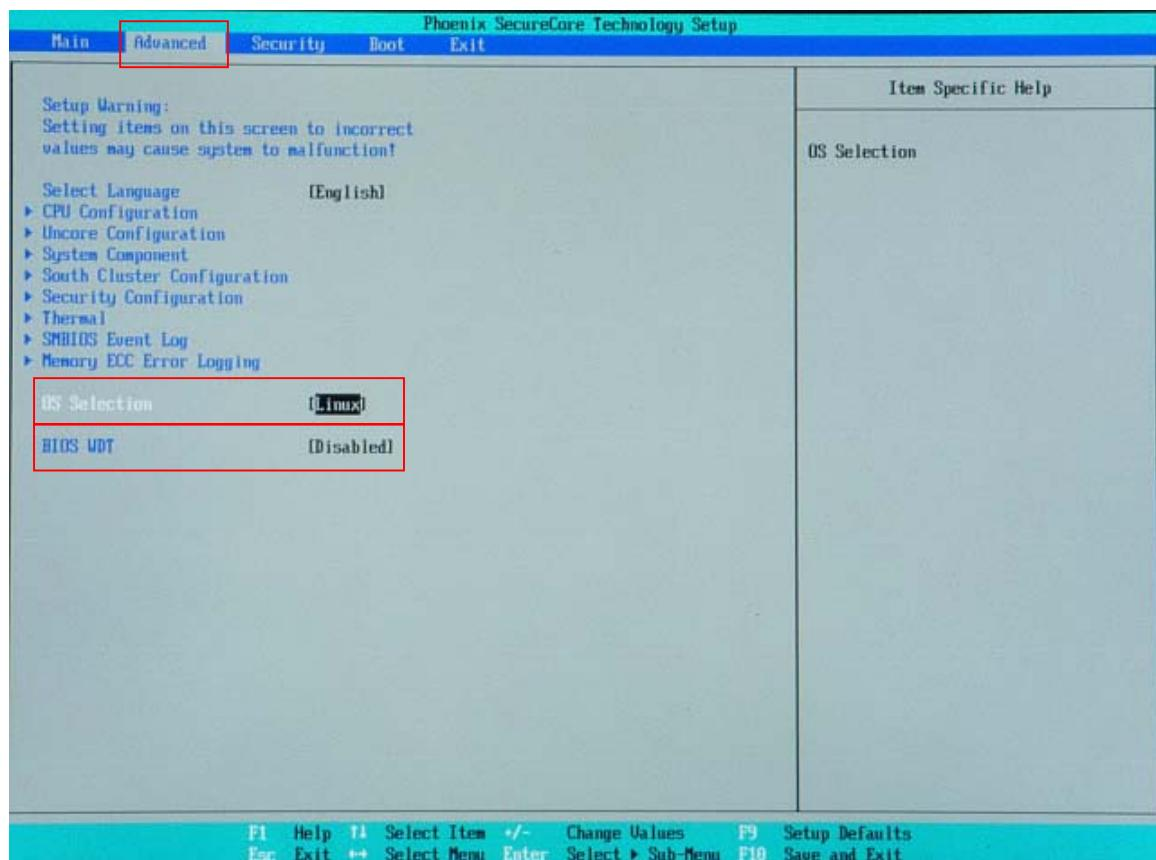

図 6-1-2. BIOS 設定 Advanced メニュー
- ① LAN ケーブルが接続されている場合は、LAN ケーブルを取り外してください。
- ② USB メモリ、SD カードなどのストレージメディアが接続されている場合は、ストレージメディアを取り外してください。また、サブストレージ（mSATA2）が接続されている場合は、サブストレージを取り外してください。
- ③ USB-DVD ドライブにリカバリ DVD を入れ AP シリーズ本体に接続します。
- ④ USB キーボード、USB マウスを接続します。
- ⑤ 電源を入れます。BIOS 起動画面が表示されたところで[F2]キーを押し、BIOS 設定画面を表示させます。
- ⑥ BIOS 設定画面が表示されたら、[Advanced]メニューを選択します。（図 6-1-2）
- ⑦ [OS Selection]を[Linux]、[BIOS WDT]を[Disabled]に設定します。
- ① 電源を入れ、BIOS起動画面が表示されたところで[F2]キーを押し、BIOS設定画面を表示させます。
- ② BIOS設定画面が表示されたら、[Advanced]メニューを選択します。(図6-1-2)
- ③ [OS Selection]を[Windows]、[BIOS WDT]を[Enabled]に設定します。
- ⑩ 電源を入れ、BIOS起動画面が表示されたところで[F2]キーを押し、BIOS設定画面を表示させます。
- ⑪ BIOS設定画面が表示されたら、[Advanced]メニューを選択します。(図6-1-2)
- ⑫ [OS Selection]を[Windows]、[BIOS WDT]を[Disabled]に設定します。